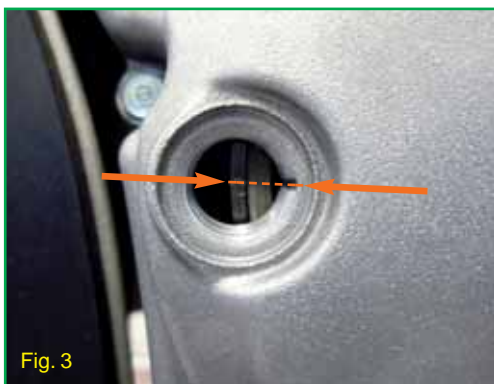

Fig. 3
- Llevar el motor al punto muerto superior en fase de compresión alineando la referencia en la rueda dentada del árbol de levas (Fig. 2) con la superficie de apoyo de la tapa válvulas en culata y alineando la marca "1" en el rotor del generador con la referencia estacionaria presente en la tapa del volante (Fig. 3).